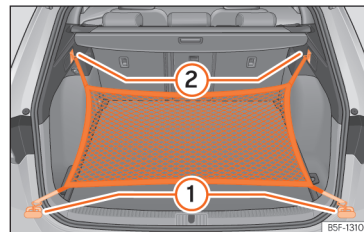

Abb. 191 Im Gepäckraum: Ösen (1) und Haken (2) zum Einhängen des Gepäckraumnetzes.
- Hängen Sie die kurzen Haken des Netzes in die Verzurrösen ein >>> **(Abb. 191)** ① >>> ⚠. Der Reißverschluss des Gepäckraumnetzes muss dabei nach oben zeigen.
- Befestigen Sie die Spanngurte in den Taschenhaken ②.